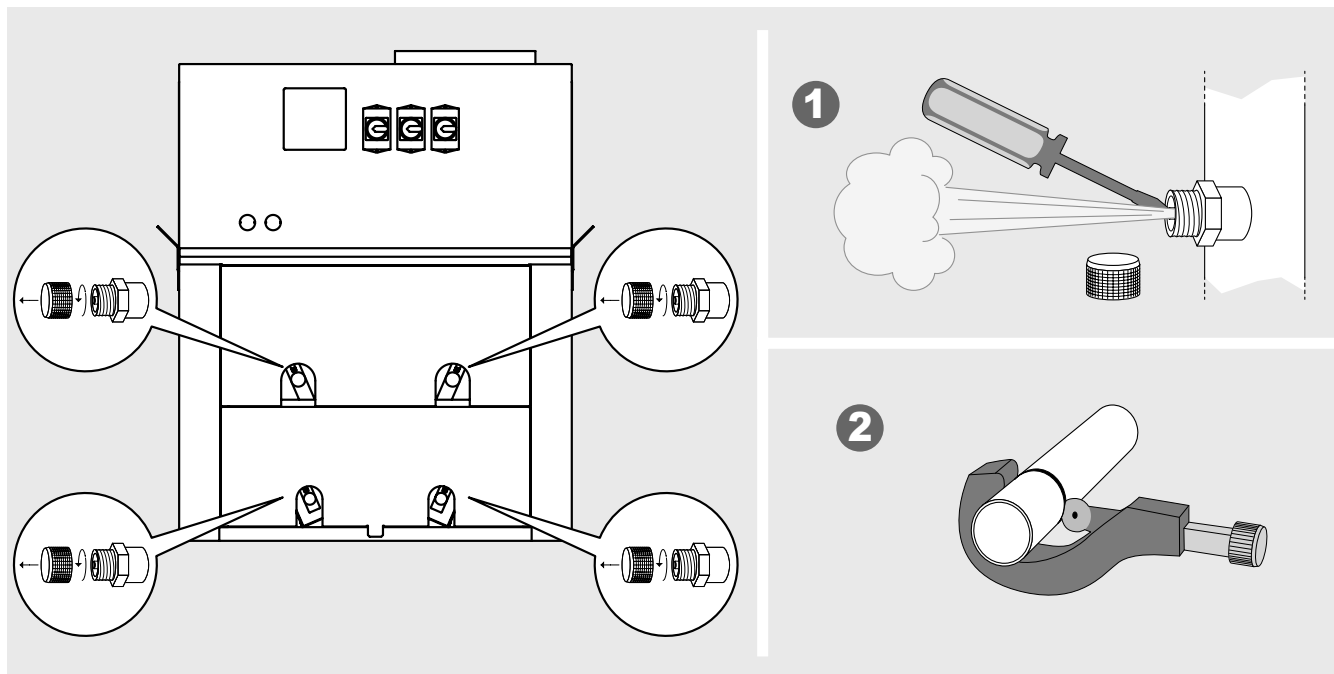

Figura 5
- 6.12 Prima del taglio dei manicotti di ingresso e/o uscita scaricare la pressione di precarica (2 bar circa) dallo scambiatore (v. "Figura 5").